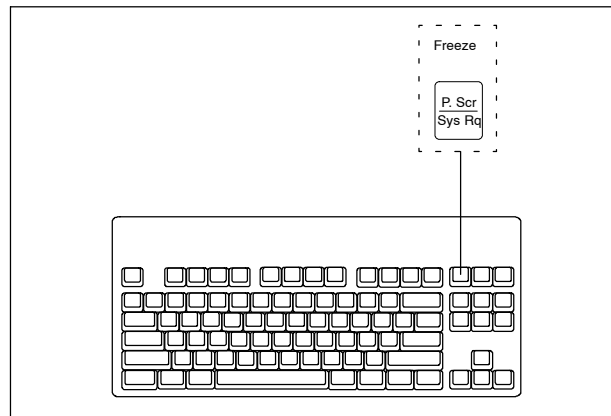

Figura 6.49
1. Pulse la tecla “P. Scr/Sys Rq” (Freeze) en el teclado para congelar la imagen (ver figura 6.49).